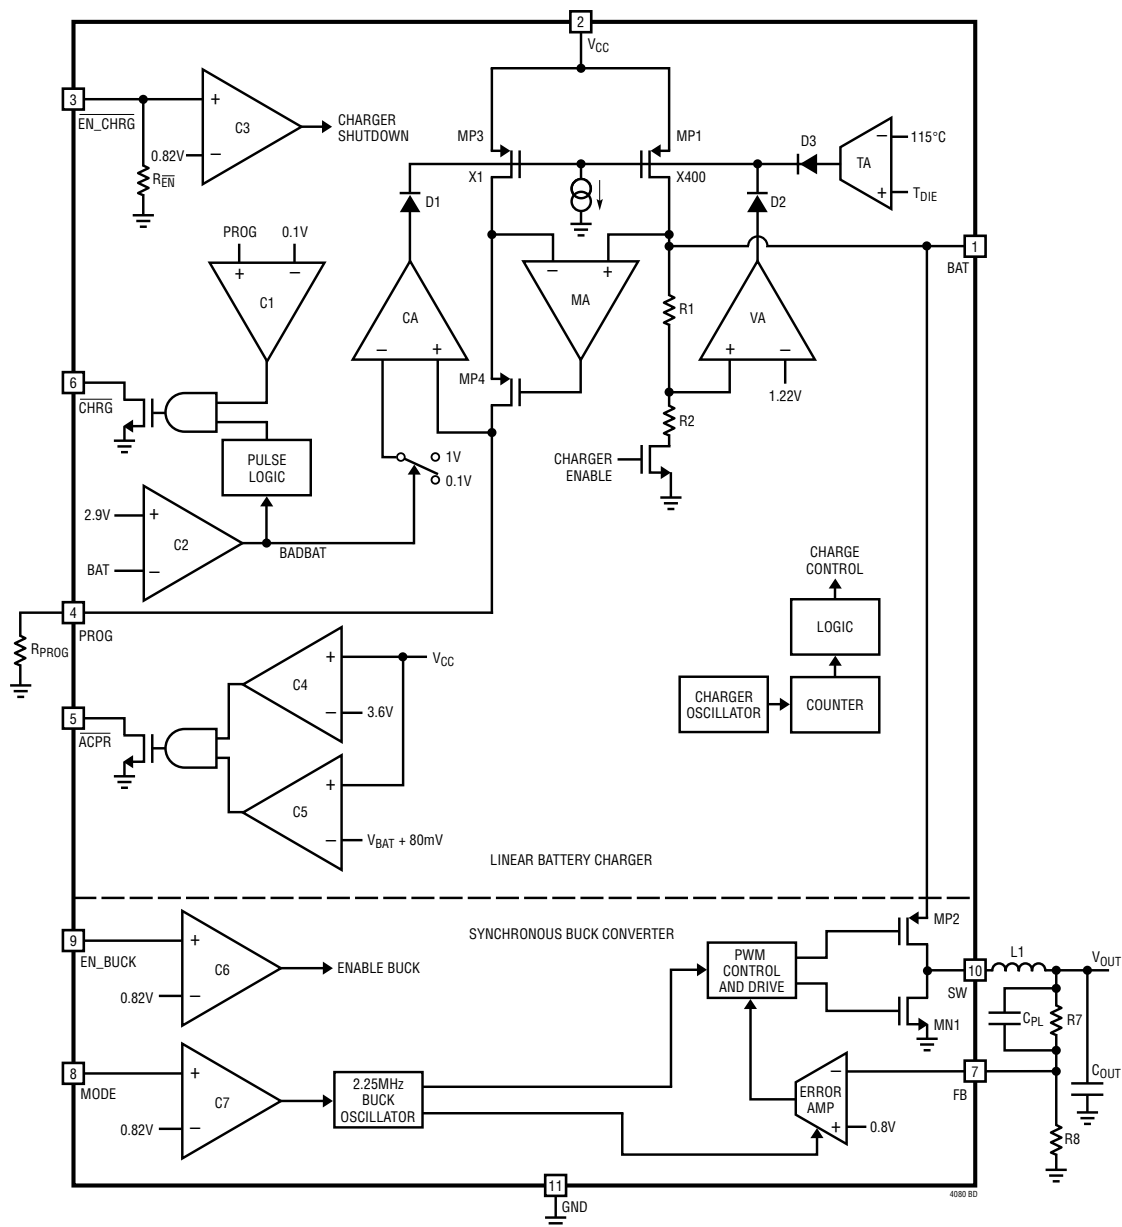

图1：LTC4080 方框图
LTC4080 电池充电器采用一种独特的架构来对电池进行恒定电流、恒定电压、恒定温度形式的充电。图 1 示出了 LTC4080 的简化框图。图中所示的三个放大器反馈环路用于控制恒定电流 (CA)、恒定电压 (VA) 和恒定温度 (TA) 模式。第四个放大器反馈环路 (MA) 被用来增加电流源对 (MP1 和 MP3) 的输出阻抗 (请注意：MP1 为内部 P 沟道功率 MOSFET)。它确保了 MP1 的漏极电流恰好是 MP3 的漏极电流的 400 倍。